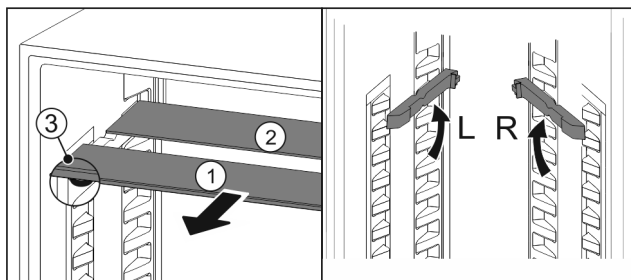

Fig. 155
- Sortir les tablettes par l'avant Fig. 155 (1).
- La tablette en verre Fig. 155 (1) avec bordure décorative est située à l'avant.
- Les butées Fig. 155 (3) sont orientées vers le bas.